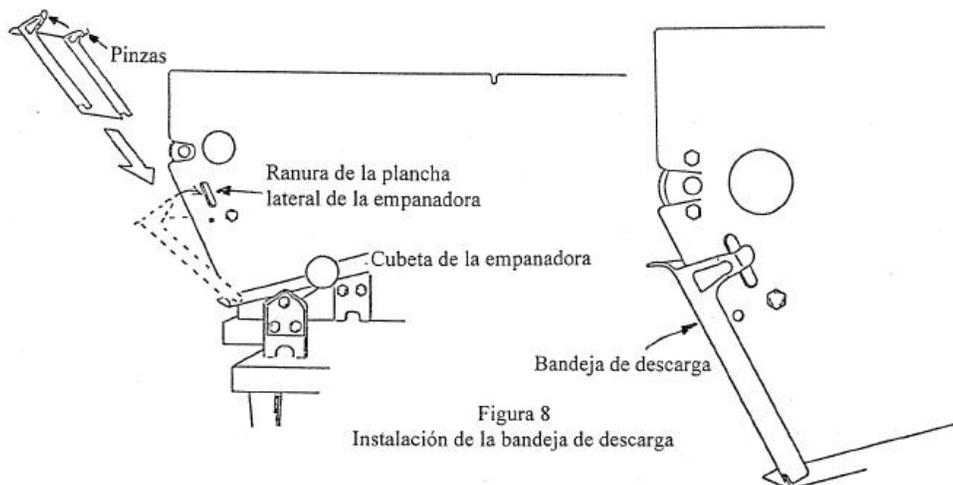

Figura 8
6.2.6 Instalación de la Bandeja de Descarga (Estudie la Figura 8)